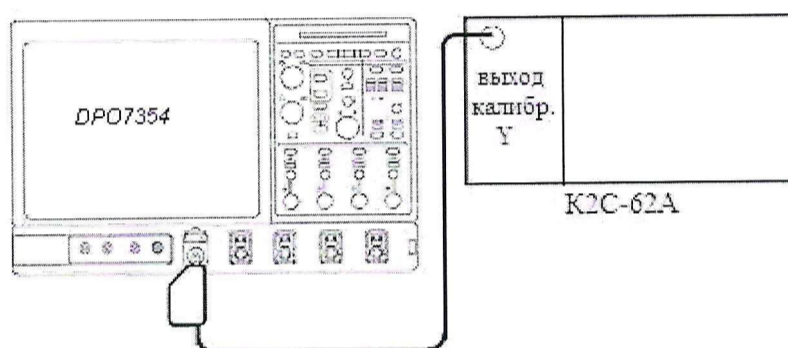

Рисунок 1
8.3.1.1 Собрать измерительную схему в соответствии с рис.1.